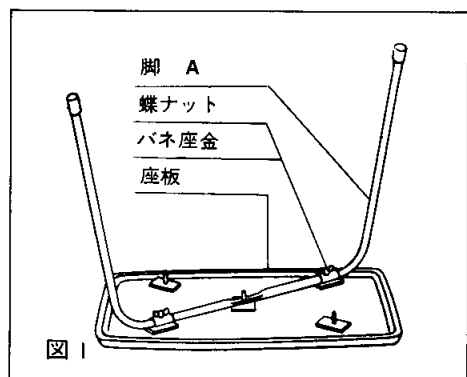

図 1
- 2：パイプ脚 2 本のうち、図 1 に示した脚 A（中央にボルトのある脚）を座板のボルトに合わせてはめ込んでください。